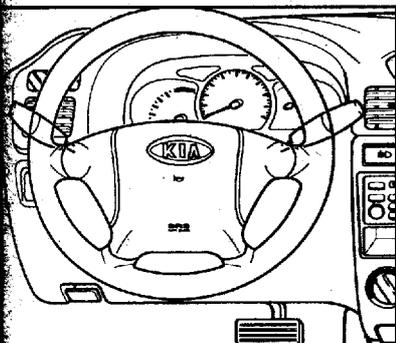

Рис. 37. Расположение подушки безопасности водителя
- В случае, если автомобиль оборудован подушками безопасности, на рулевом колесе и панели приборов имеется надпись «SRS AIR BAG» (рис. 37).